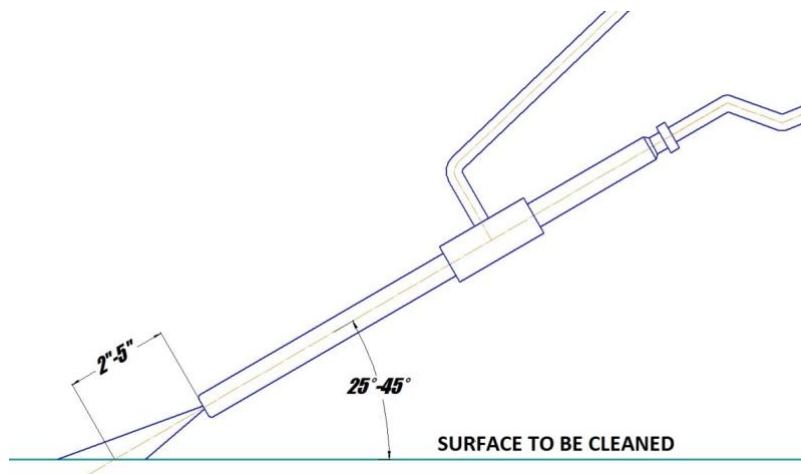

Figura 5.3 - Posição da lança para melhores resultados de limpeza
Assim que a unidade de energia hidráulica estiver operacional e o jato de água estiver fluindo da lança, o operador do ROV deve encontrar a distância mais eficaz entre o bico da lança e a superfície a ser limpa. (Veja a Figura 5.3)
2. **A técnica de operação mais eficiente é manter o bico a 2-5 polegadas (5-12 cm) de distância da superfície a ser limpa e em um ângulo de 25 a 45 graus com a superfície que está sendo limpa (consulte a Figura 5.3).** O operador do ROV precisa observar a forma do jato cone em cavitação. Em profundidades maiores, a pressão ambiente mais alta fará com que o cone do jato seja mais curto. A zona mais larga do cone é a parte mais eficiente do jato de cavitação. Colocar o bico a menos de 2 polegadas (5 cm) da superfície a ser limpa não permitirá um desempenho de cavitação eficiente e degradará a capacidade de limpeza do CaviBlaster® sistema.